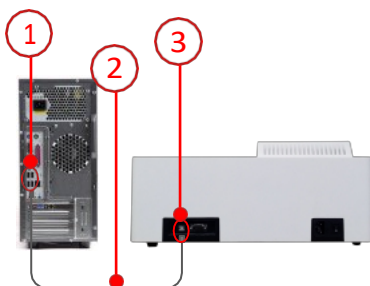

Fig. 3-3 Connexion de l'ordinateur
Comme le montre la figure 3-3, branchez une extrémité (1) du câble de communication USB (2) sur le port USB de l'instrument (type B, carré) et l'autre extrémité sur le port USB de l'ordinateur (type A, plat).